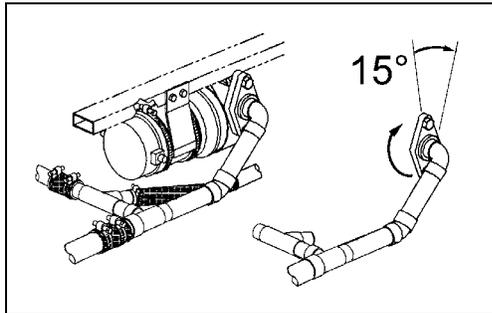

FIGURE 5 : MODIFICATIONS À LA CONDUITE DE REFOULEMENT (SÉRIE XLII)
- a) Démonter la conduite de refoulement située à la sortie de la pompe (figure 5).
- b) À l'aide d'un chalumeau, chauffer le joint à la bride et effectuer une rotation d'environ 15° à la bride, tel que montré à la figure 5. Rajouter de la soudure si nécessaire.